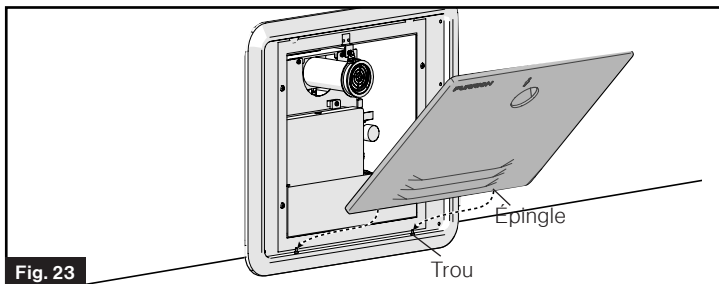

Fig. 23
- Insérez la porte dans les attaches au bas du chauffe-eau. (Fig. 23)